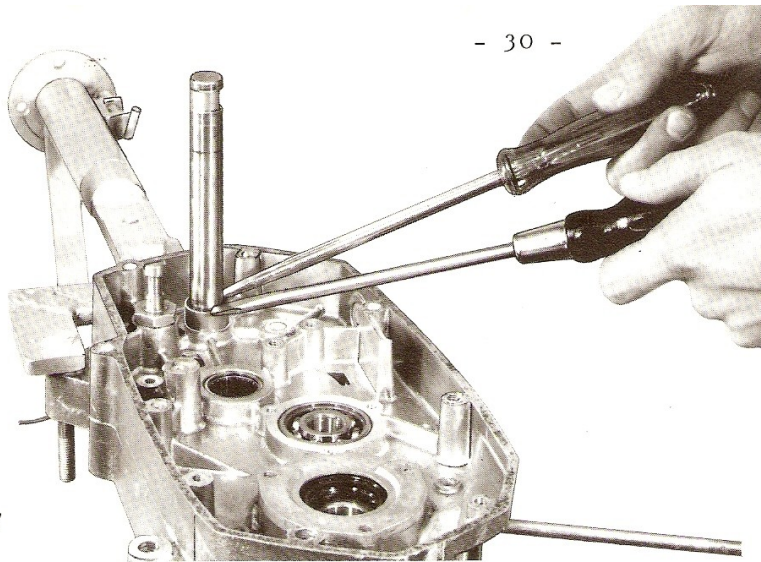

Figure 37
- A l'aide de deux tournevis, retirer l'anneau d'arrêt se trouvant sur l'axe de pédalier (figure 37).